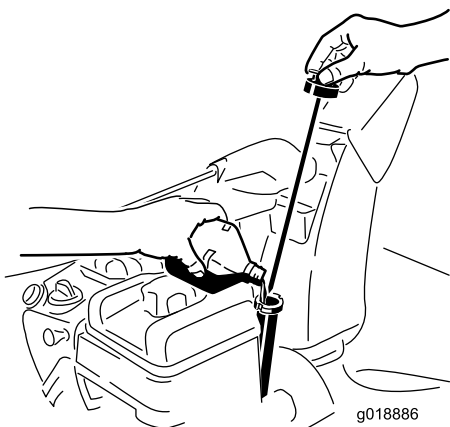

Рисунок 13
1. Выньте щуп для измерения уровня и медленно залейте масло в заправочную горловину так, чтобы уровень масла соответствовал метке Full (Полный) на щупе. **Не допускайте переполнения** (Рисунок 13). Смотрите Раздел «Проверка уровня масла в двигателе» в руководстве по техническому обслуживанию.